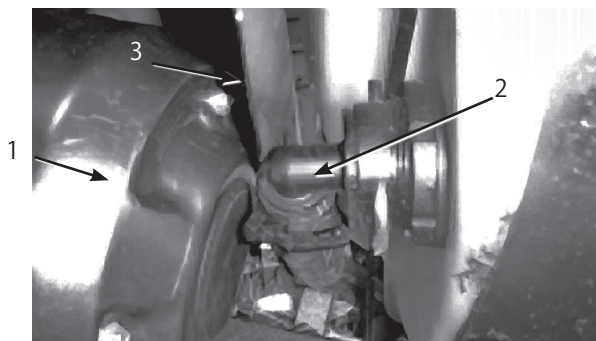

図51
3. タンクの前壁の下にあるホース (図51) を外す。
注: 防熱シールド (図51) を押しのけないとカバーが取り外せない場合があります。
- タンク前面下のホース (図51) を接続する。